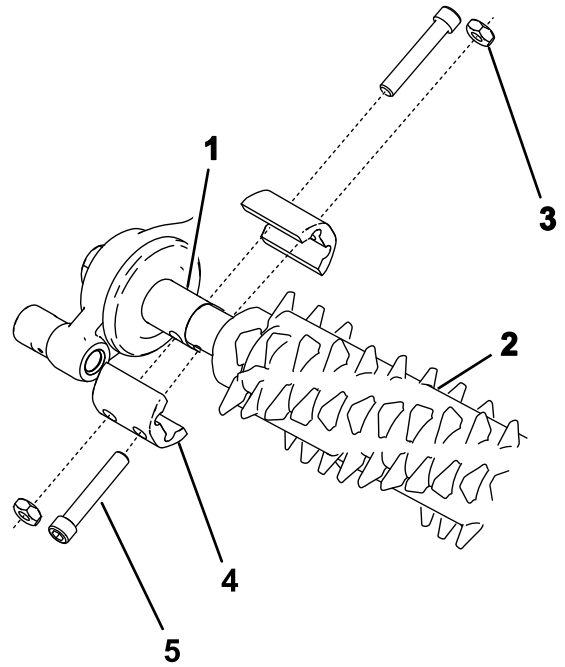

Figura 22
- Alinee el groomer con la caja de transmisión del groomer y el conjunto tensor (Figura 22).
- Fije el groomer a la máquina, tal y como se muestra en la Figura 22 y apriete los pernos.